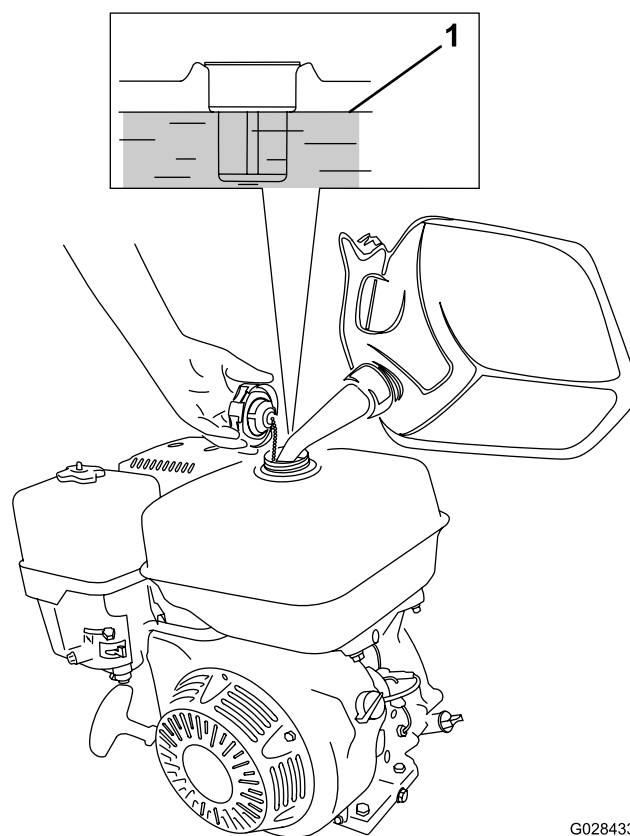

図 16
1. 燃料キャップ 図 16 の周囲をきれいに拭いてからキャップを外す。